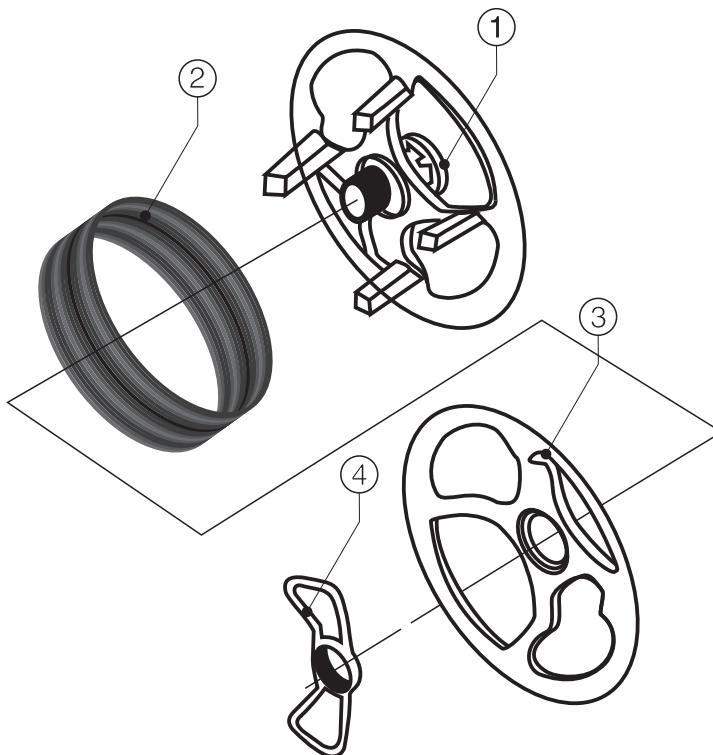

рис.3.6
Устройство загрузки сварочной проволоки представлено на рис.3.6.
Для загрузки используется специальная разборная катушка (см. рис.3.6), которая состоит из основания с раздвижными опорами п.1, накидной щекой п.3 и стяжной гайкой с ручками п.4.
- отвернуть стяжную гайку п.4 рис.3.6;
- снять накидную щеку катушки п.3 рис.3.6;